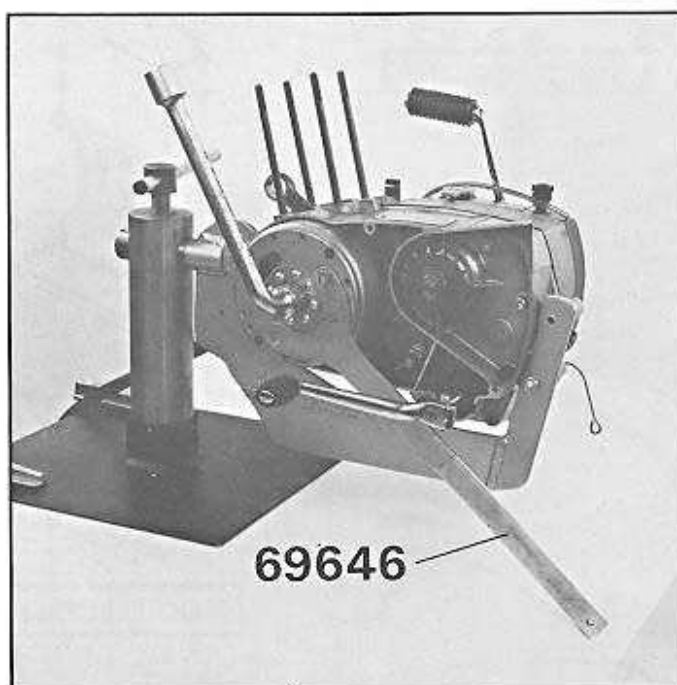

Fig. 21
- Dévisser l'écrou en bout de vilebrequin à l'aide d'une clé à pipe de 19 en immobilisant le rotor avec l'outil n° 69646 (fig. 21).